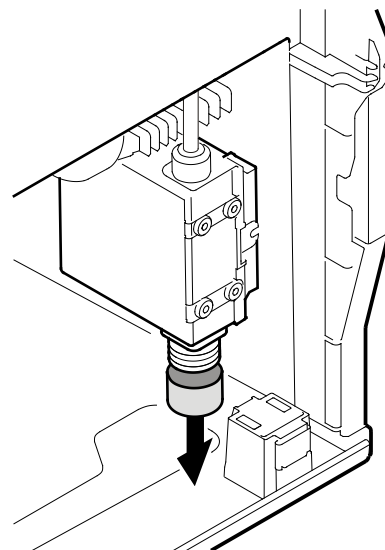

Figura 13
2. Retire la cubierta del conector de la válvula (**Figura 13**).